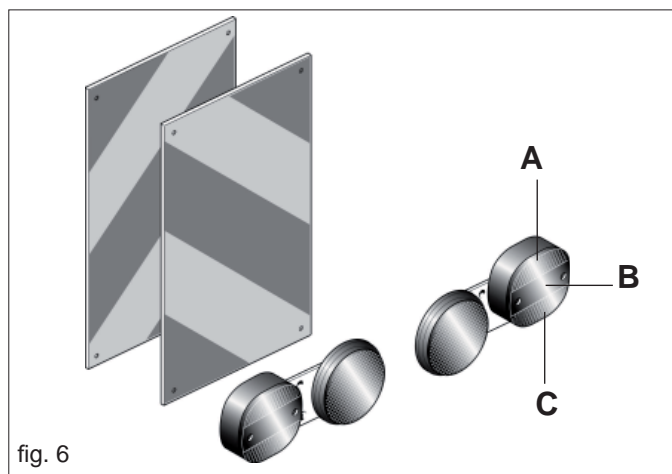

fig. 6
- 37) Dacă utilajele pe care le transportați împiedică vizibilitatea dispozitivelor și semnalelor de gabarit sau sistemul de iluminare al tractorului, acestea vor fi puse și pe utilaje, conform regulilor de circulație naționale în vigoare. Asigurați-vă că instalația de semnalizare a utilajului funcționează. Vă reamintim că dotarea corectă cu faruri a unui astfel de utilaj prevede (Fig. 6):